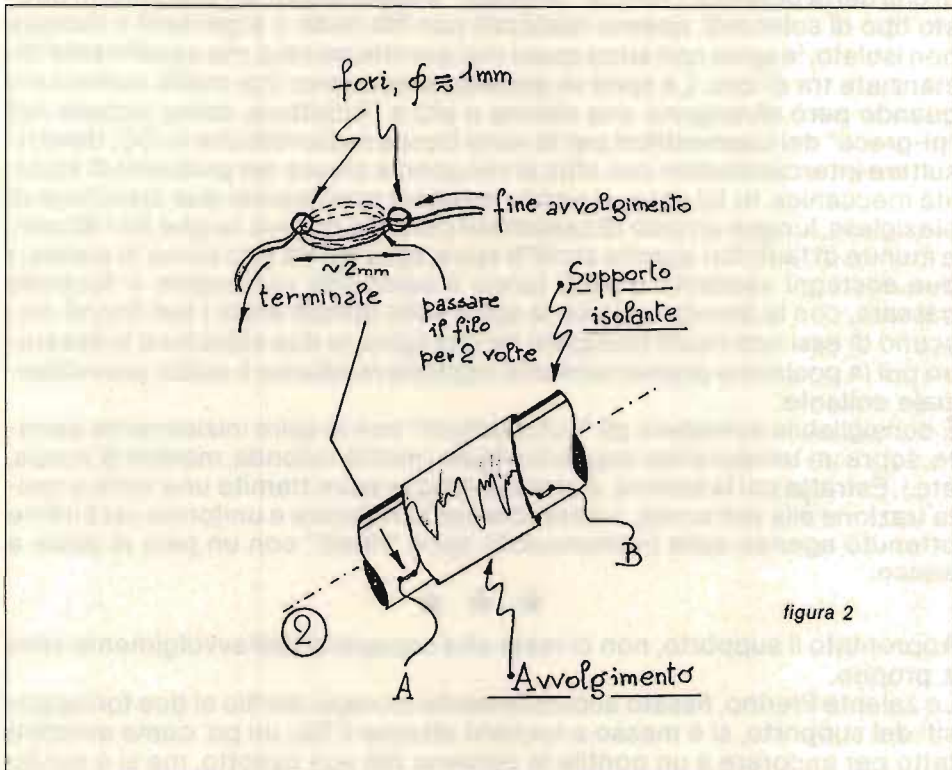

figura 2
**2) L'avvolgimento deve essere realizzato su tubo isolante.** Classico caso del ricevitore sperimentale in OC, e anche di molte impedenze. Nessun problema, basta ricordarsi (e questo vale anche per il caso precedente) di praticare a circa 3 mm da ciascuna estremità del solenoide due fori ove si possa bloccare il filo, onde evitare che esso si svolga: si veda la figura 2.